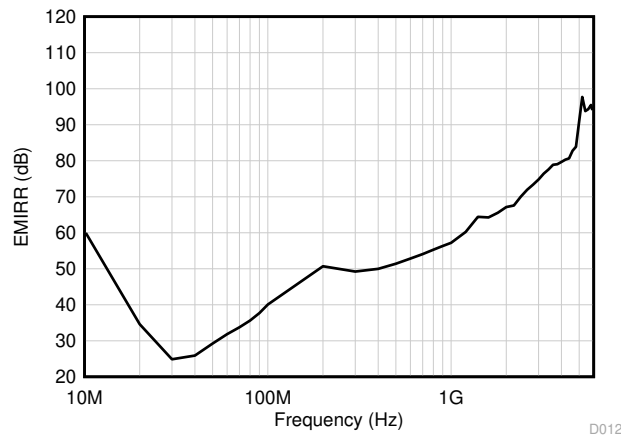

图 7-1. EMIRR 测试
TLV936x 采用集成电磁干扰 (EMI) 滤波来减少无线通信设备、混合使用模拟信号链和数字元件的高密度电路板等干扰源产生的 EMI 效应。通过电路设计技术可改进 EMI 抗扰度；TLV936x 受益于这些设计改进措施。德州仪器 (TI) 已经开发出在 10MHz 至 6GHz 扩展宽频谱范围内准确测量和量化运算放大器抗扰度的功能。图 7-1 显示了对 TLV936x 执行该测试的结果。表 7-1 显示了在实际应用中 TLV936x 在常见特定频率下的 EMIRR IN+ 值。表 7-1 列出了可在下图所示的特定频率或其近似频率下运行的应用。运算放大器的 EMI 抑制比应用报告包含了与运算放大器相关的 EMIRR 性能主题，该报告可在 www.ti.com 上下载。